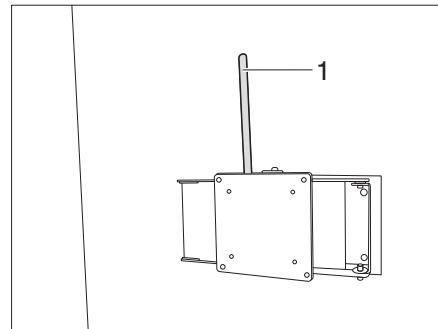

Bild 134 Fäste med ledad arm (variant 4)
- Dra i spaken (Bild 134,1).
- Skjut tillbaka spaken (Bild 134,1) till utgångsläget igen för att spärra.